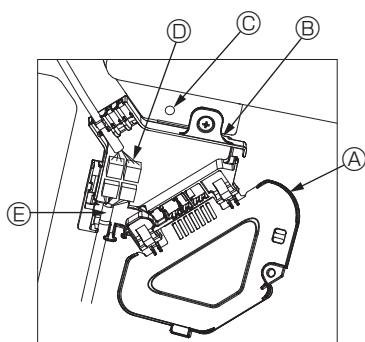

Fig. 6-9
- ① Retire el tornillo que sujeta la cubierta de la caja de conexión, deslice la cubierta en la dirección indicada por la flecha, como se muestra en el diagrama, y luego abra la cubierta.
- ② En la caja de conexión, localice el cable de enlace para el motor de los deflectores de la rejilla y el cable para el motor de los deflectores, y luego conecte los cables. (Fig. 6-9)